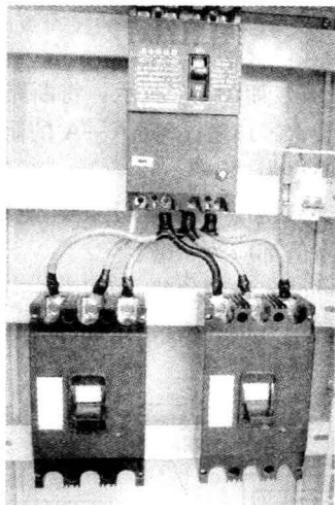

图 1-5 接线端子上应包缠绝缘胶带
7) 塑料外壳式断路器，接线端子裸露在壳外不太安全，安装后应在接线端子上包缠绝缘胶带或用绝缘保护罩保护，如图 1-5 所示。装在配电箱内则不需要。